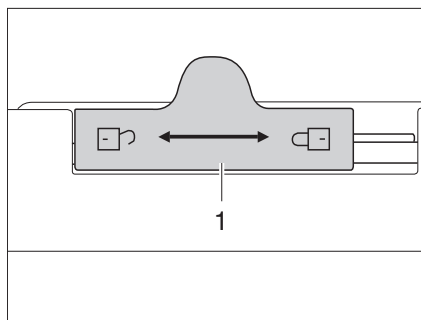

Fig. 204 Bloqueo de la puerta del frigorífico (Dometic de la serie 7)
- Empujar el bloqueo (Fig. 204,1) hacia la izquierda .
- Empujar el bloqueo (Fig. 204,1) completamente hacia la derecha .